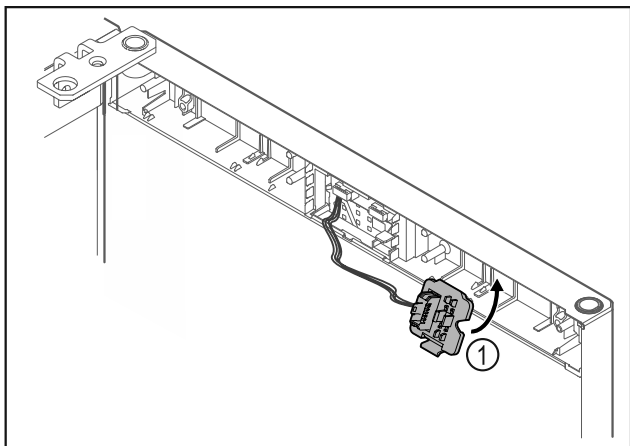

Fig. 23
- ▶ Фиксирайте държача на щекера Fig. 23 (1) от противоположната страна.